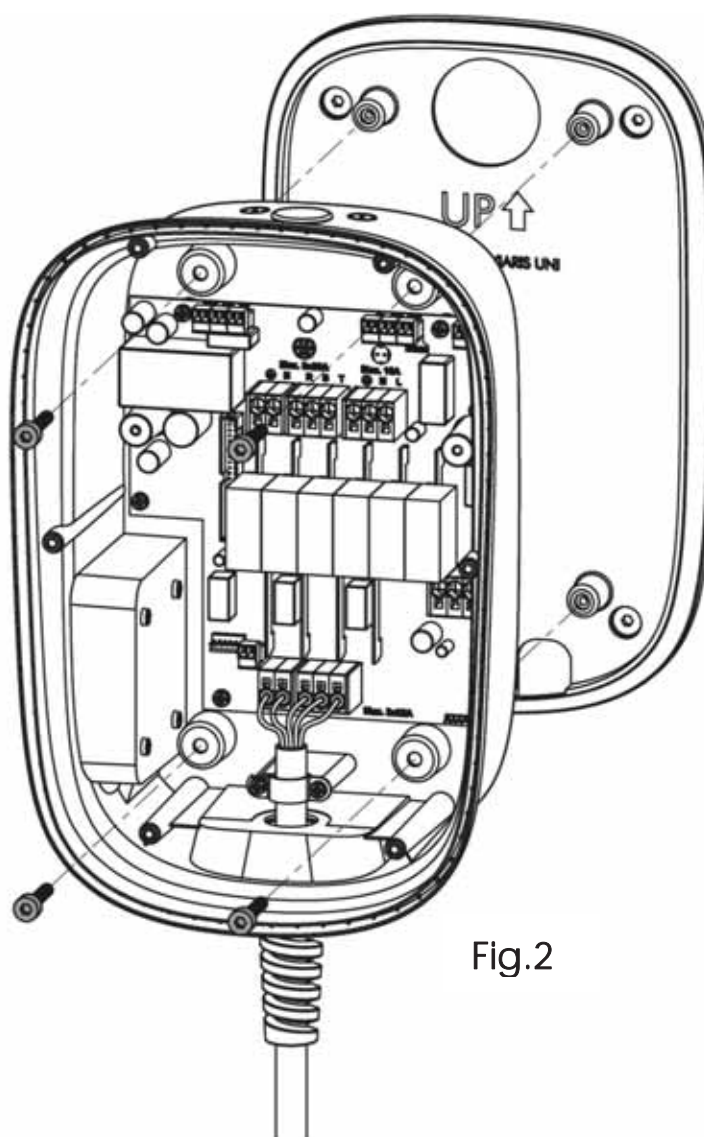

Fig.2
- Fije el cargador al montaje con los cuatro tornillos M6 (suministrados). Fig.2